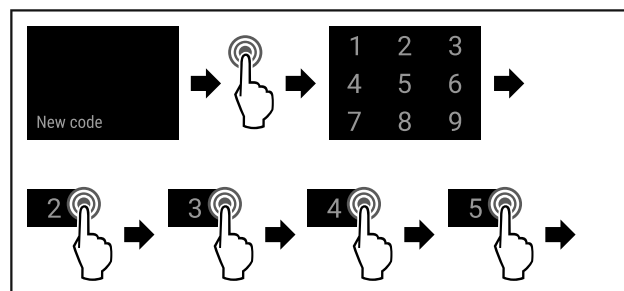

Fig. 82
- ▶ Hajtsa végre a művelet lépéseit (lásd Fig. 82).